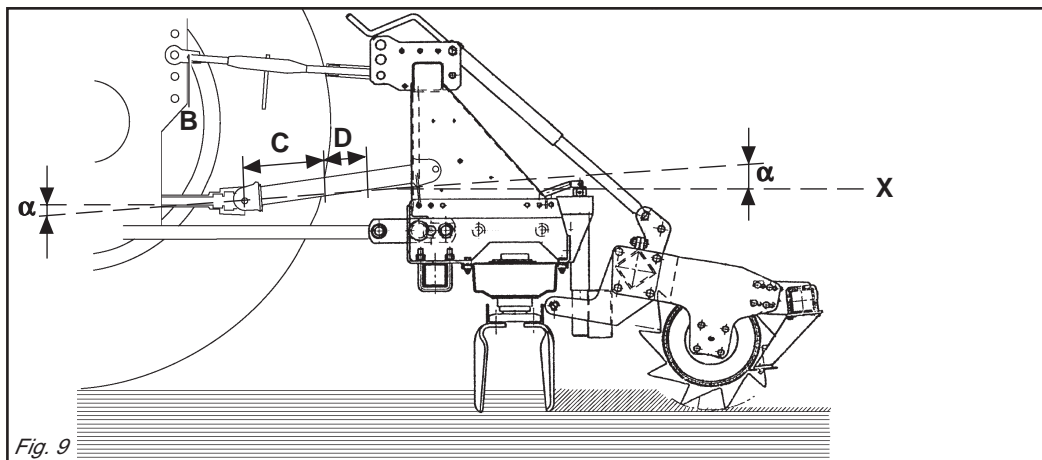
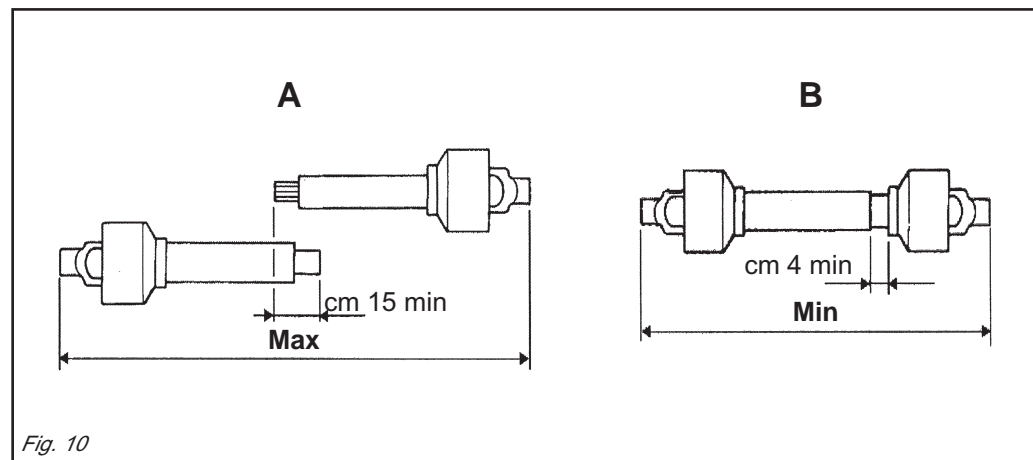

Fig. 9
Fig. 10
Per fare ciò aumentare o diminuire la lunghezza della barra superiore dell'attacco (B Fig. 9) in modo da portare l'asse (X Fig. 9) della ghiera scanalata della scatola parallela al suolo.
- I due angoli (α Fig. 9) formati dalle assi delle forcelle e l'asse dei tubi scorrevoli saranno uguali e non dovranno superare i 10°.
- La copertura (C Fig. 9) dei tubi scorrevoli deve essere di 15 cm minimo (Fig. 10).
- I due tubi dell'albero di trasmissione a cardano non si devono ricoprire completamente, una corsa di sicurezza (D Fig. 9) di 4 cm minimo deve sussistere.
- Gli angoli (α Fig. 9) dei cardani non devono essere superiori a 40° (Fig. 9).
To achieve this, increase or decrease the length of the top bar of the hitch (B Fig. 9) so as to set the axis (X Fig. 9) of the housing's grooved ring nut parallel to the ground.
- The two angles (α Fig. 9) formed by the fork axes and the axis of the sliding tubes will be equal and must not exceed 10°.
- The sliding tubes (C Fig. 9) must overlap by at least 15 cm (Fig. 10).
- The two tubes of the driveline shaft must not fully overlap. There must always be a safety travel (D Fig. 9) of at least 4 cm.
- The angles (α Fig. 9) of the drivelines must not exceed 40° (Fig. 9).
Um dies zu erhalten, die Länge der oberen Kupplungsstange (B Abb. 9) erhöhen oder verringern, bis die Achse (X Abb. 9) der Keilmutter des Gehäuses parallel zum Boden steht.
- Die beiden Winkel (α Abb. 9), die aus den Achsen der Gabeln und der Achse der Gleitrohre bestehen, müssen gleich groß sein und dürfen auf keinen Fall größer als 10° sein.
- Die Überdeckung (C Abb. 9) der Gleitrohre muss mindestens 15 cm ausmachen (Abb. 10).
- Die beiden Rohre der Gelenkwelle dürfen sich nicht ganz überdecken. Es muss noch einen Sicherheitshub (D Abb. 9) von mindestens 4 cm geben.
- Die Winkel (α Abb. 9) der Gelenkwellen dürfen nicht größer als 40° sein (Abb. 9).
Pour obtenir cette condition augmenter ou diminuer la longueur de la barre supérieure de l'attelage (B Fig. 9) de manière à ce que l'axe (X Fig. 9) de la bague cannelée de la boîte soit parallèle au sol.
- Les deux angles (α Fig. 9) formés par les axes des fourches et l'axe des tubes coulissants doivent être identiques et ne doivent pas dépasser 10°.
- La couverture (C Fig. 9) des tubes coulissants doit être au minimum de 15 mm (Fig. 10).
- Les deux tubes de l'arbre de transmission à cardans ne doivent pas se recouvrir complètement, il doit rester une course de sécurité (D Fig. 9) de 4 cm au minimum.
- Les angles (α Fig. 9) des cardans ne doivent pas être supérieurs à 40° (Fig. 9).
Para ello aumentar o disminuir la longitud de la barra superior del enganche (B Fig. 9) en modo de llevar el eje (X Fig. 9) de la tuerca ranurada de la caja paralela al terreno.
- Los dos ángulos (α Fig. 9) formados por los ejes de las horquillas y el eje de los tubos corredizos serán iguales y deberán superar los 10°.
- La cobertura (C Fig. 9) de los tubos corredizos debe ser como mínimo de 15 cm (Fig. 10).
- Los dos tubos del árbol de transmisión de cardán no se deben cubrir completamente, debe quedar una carrera de seguridad (D Fig. 9) de 4 cm como mínimo.
- Los ángulos (α Fig. 9) de los cardanes no deben ser superiores a 40° (Fig. 9).
Quando esso è inserito al massimo, il gioco minimo consentito deve essere di 4 cm. (Fig. 10).
When fully inserted, the minimum play must be 4 cm. (Fig. 10).
Wenn die beiden Teile ganz zusammengeschoben sind, muß das kleinstmögliche Spiel 4 cm ausmachen (Abb. 10).